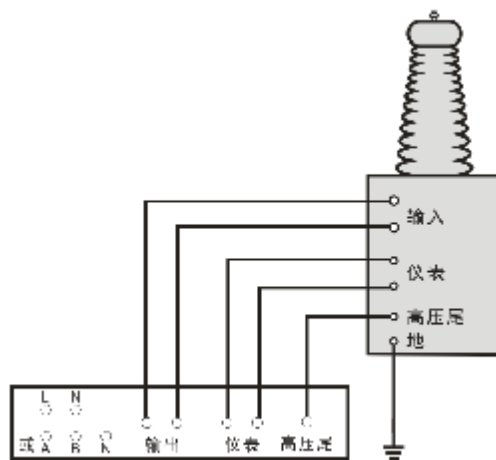

图 3. 单台交流变压器接线示意图
4.1.5 接线方式如图 3
4.2.1 做交流试验时，接线方式按图 3 执行；
- 4.2.1 单台变压器试验时，接线方式按图 3 执行；
- 4.2.3 控制部分与第一级变压器连线按图 3；